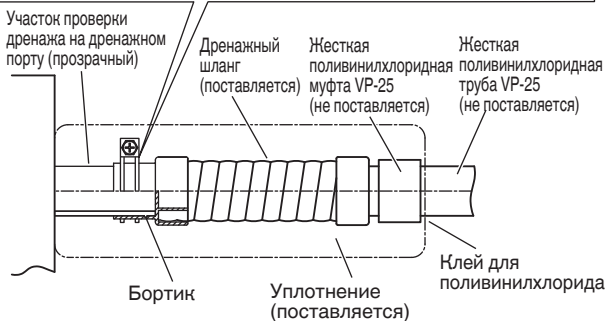

Рис. 3-8
- Подготовьте стандартную жесткую полихлорвиниловую трубу (наружный диаметр 32 мм) для дренажа и используйте поставляемую ленту шланга для предотвращения утечки воды. Полихлорвиниловую трубу необходимо приобрести отдельно. Прозрачная часть для дренажа позволяет проверять дренаж. (Рис. 3-8)
- Затяните фиксаторы шланга таким образом, чтобы их стопорные гайки были расположены вверху. (Рис. 3-8)